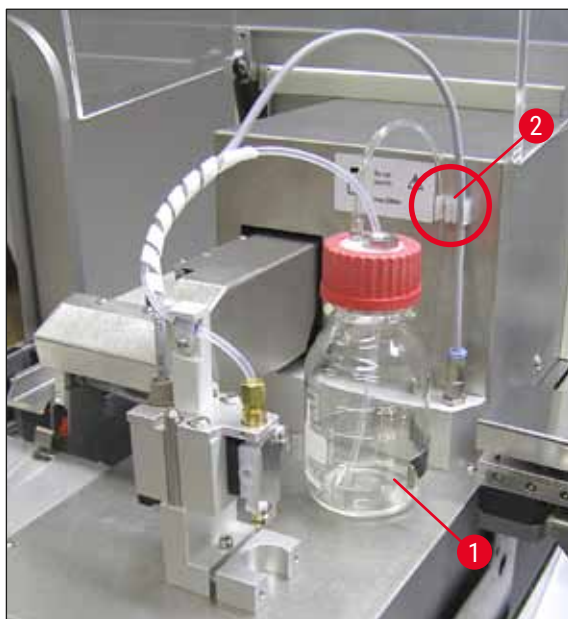

Bild 12
6. Skruva dit locket (→ Bild 10-5) på flaskan med monteringsmedel (→ Bild 12-1) och sätt i flaskan i hållaren (→ Bild 12).